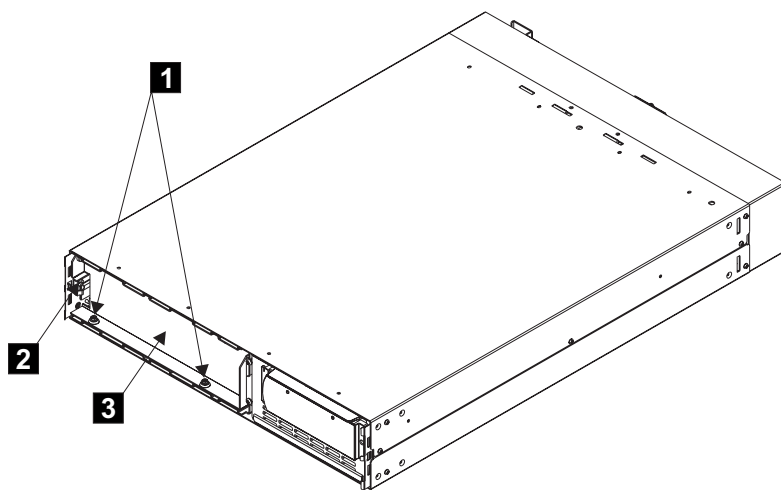

図 308. バッテリー保持ブラケットの取り付け
- a. 2 本のボルト (729 ページの図 308 の **1**) を取り外します。
- b. 6 角ナット (図 308 の **2**) を取り外します。
- c. バッテリー保持ブラケット (図 308 の **3**) を取り外します。